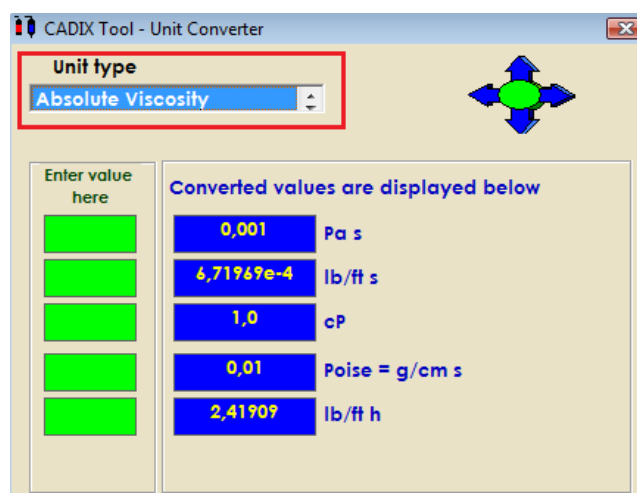

Figura 5.59: Conversión de unidades
- “Unit converter”: conversor de unidades (figura 5.59).